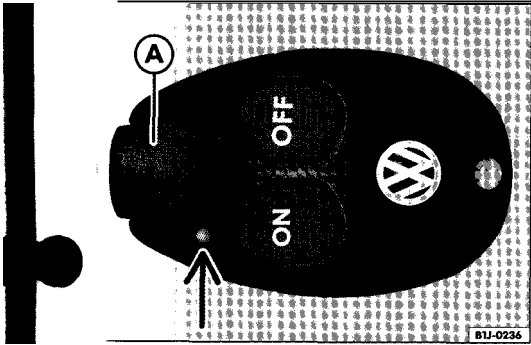

fig. 114 Chauffage d'appoint : radiocommande
- Active le chauffage d'appoint fig. 114.
Le témoin intégré à la radiocommande fig. 114 (flèche) indique, après l'appui sur une touche, si :
Si le témoin de pile intégré à la radiocommande fig. 114 (flèche) ne s'allume pas lorsque vous appuyez sur les touches, vous devez remplacer les piles de votre radiocommande sous peu.
Vous obtenez la portée maximale en tenant la radiocommande avec l'antenne page 131, fig. 114. Orientez-la verticalement vers le haut et en veillant à ne pas mettre les doigts ou la main sur l'antenne.